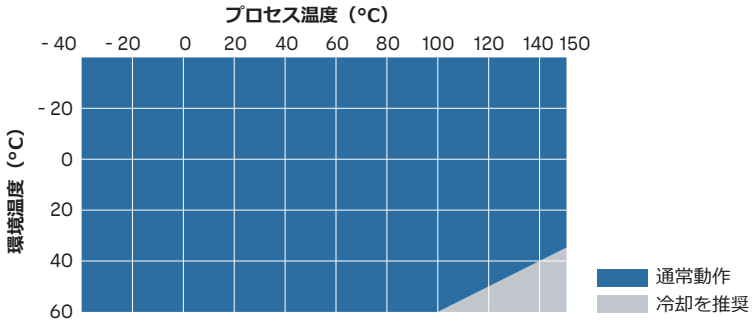

図 32 プロセス温度と推奨される冷却
- 図 32 \(ページ 174\)に従って、追加冷却を使用します。図に示されている値は指標値です。必要な冷却は、設置場所と設置環境によって異なります。